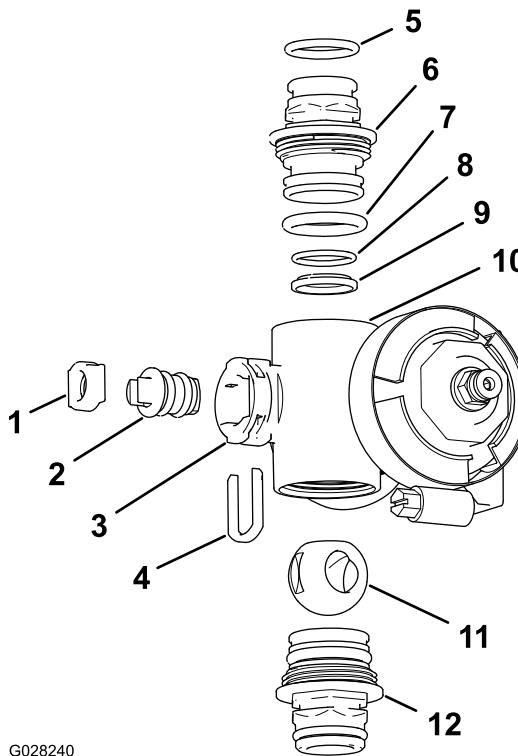

**Bild 119**
1. Drehen Sie den Ventilschaft so, dass er in der geschlossenen Stellung ist (Bild 119 B).